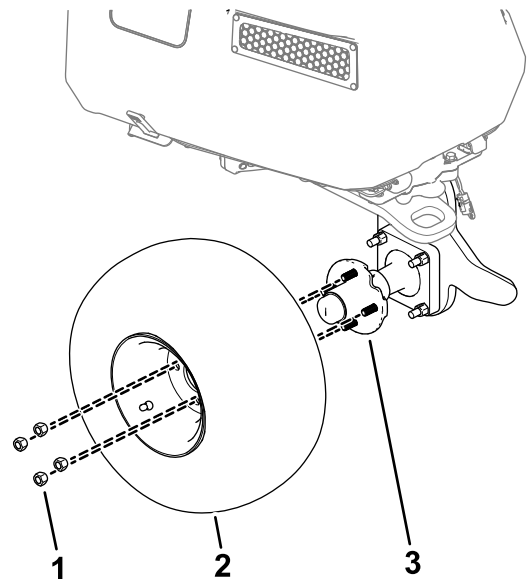

Figura 1
7. Retire las 4 tuercas que sujetan la rueda al buje de la rueda, y retire la rueda de la máquina (Figura 1).